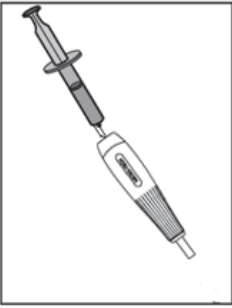
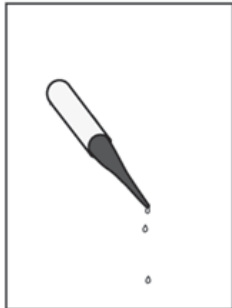

Fig. 3a
Fig. 3b
- Il est conseillé de rincer l'orifice luer ou la poignée arrière (orifice du fil-guide) du système de pose de l'endoprothèse avec une seringue 10 cc remplie de solution saline pour expulser l'air (cf. Fig. 3a, 3c). Continuez à rincer jusqu'à ce que la solution saline sorte de l'extrémité distale du cathéter. (cf. Fig. 3b, 3d)